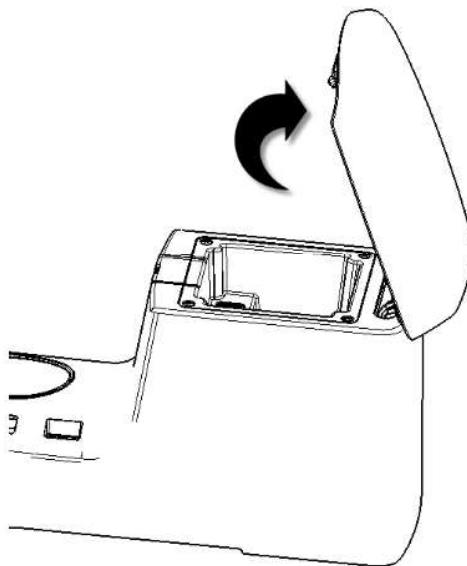

图1.6.9 后置物盒本体拆卸、USB安装板的拆卸
- a) 打开扶手至直立状态，取出后置物盒中放置的物品，并断开所有与USB接口连接的电器原件，使USB安装板完全可见。如图1.6.9所示；